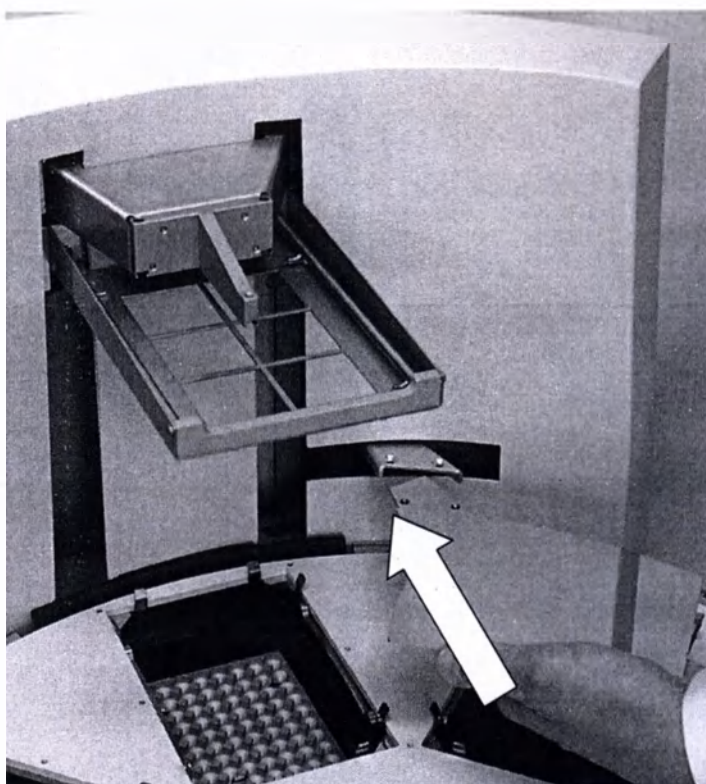

Рис. 5.12 Подготовка к установке защитного экрана
2. Установить защитный экран в паз (Рис. 5.12)